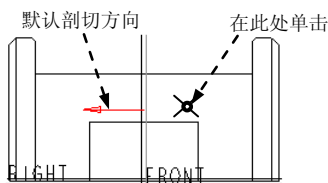
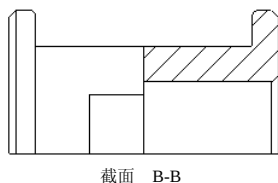

图 3.12.19 定义剖切方向
图 3.12.20 左视图的半剖视图
Step6. 在工程图模式下，创建左视图的半剖视图。在图形区双击左视图，系统弹出“绘图视图”对话框，选取**类别**区域中的**截面**选项，在**剖面选项**区域中选中 ☒ **2D 剖面** 单选项，将**模型边可见性**设置为 ☒ **全部**，然后单击**+**按钮，在**名称**下拉列表框中选取剖截面**B**，在**剖切区域**下拉列表框中选取**一半**选项，选取 FRONT 基准平面作为参照平面，此时视图如图 3.12.19 所示，点击绘图区 FRONT 基准平面右侧任一点使箭头指向右侧，单击对话框中的**确定**按钮，系统生成图 3.12.20 所示的左视图的半剖视图。